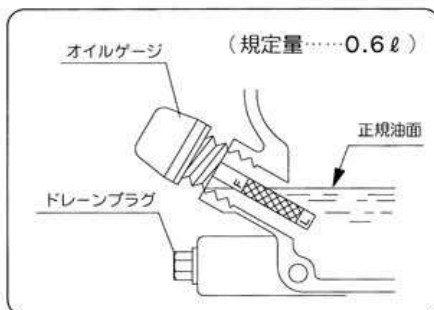

図30
1) エンジンオイル (図30)
2) オイル交換(24頁の図30、31参照)